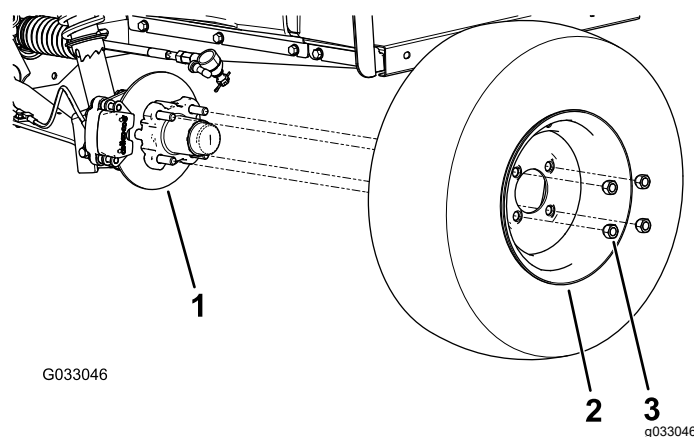

Figure 30
2. Retirez les 4 écrous qui fixent la roue sur le moyeu (Figure 30).
4. Alignez les trous de la roue et les goujons du moyeu, puis montez la roue sur le moyeu en plaçant la valve à l'extérieur (Figure 30).
5. Fixez la roue au moyeu avec les écrous de roue (Figure 30). Serrez les écrous de roues à un couple de 108 à 122 N·m (80 à 90 pi-lb).